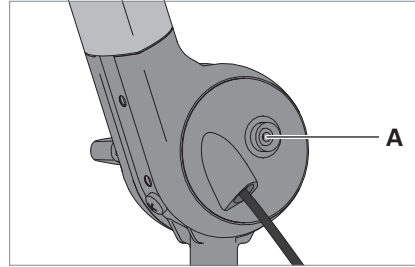

Fig. 6: Bouton-poussoir pour le câble de mise à la terre.
- Enfichez une des extrémités du câble de mise à la terre livré avec l'appareil sur le bouton-poussoir **A** du luminaire, voir Fig. 6.